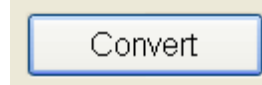

Figura 12-4: Botón Convertir
3. Luego haga clic en el botón Convertir (Figura 12-4) en la parte inferior de la página Orden.